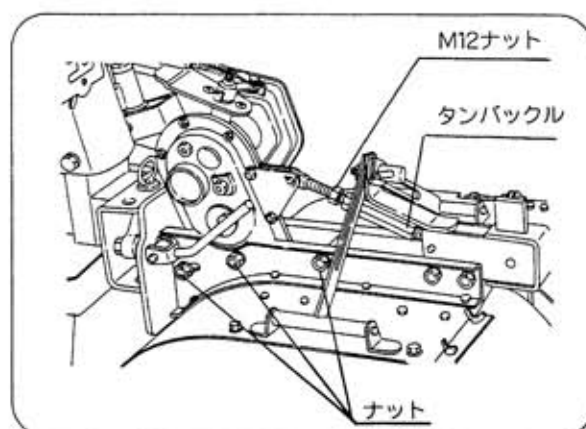

図4
- ② ロータリ本体のタンバックルを前後に調整しながらチェーンケースを取付けます。（図4）
- ③ チェーンケース取付ステーを固定してください。
- ④ シャーシフレームの3ヶ所のナットを締付けてください。